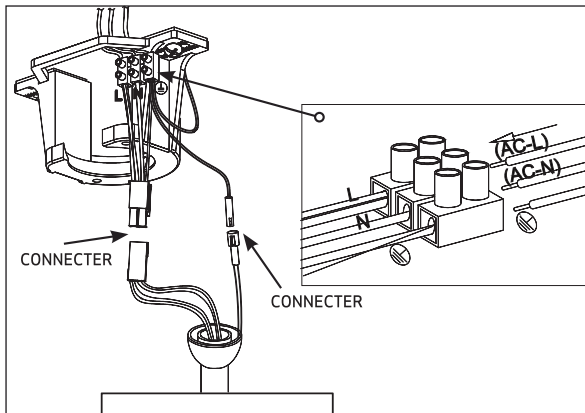

Figure 9
1. Trouvez les quatre vis de l'enjoliveur (O) des côtés et serrez-les. (Figure 9)